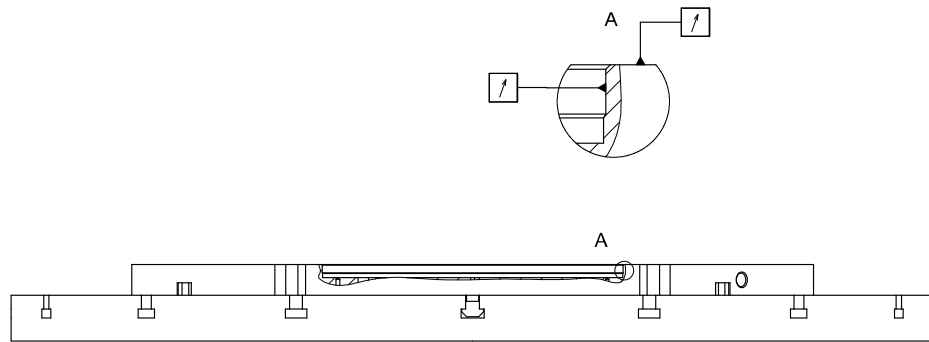
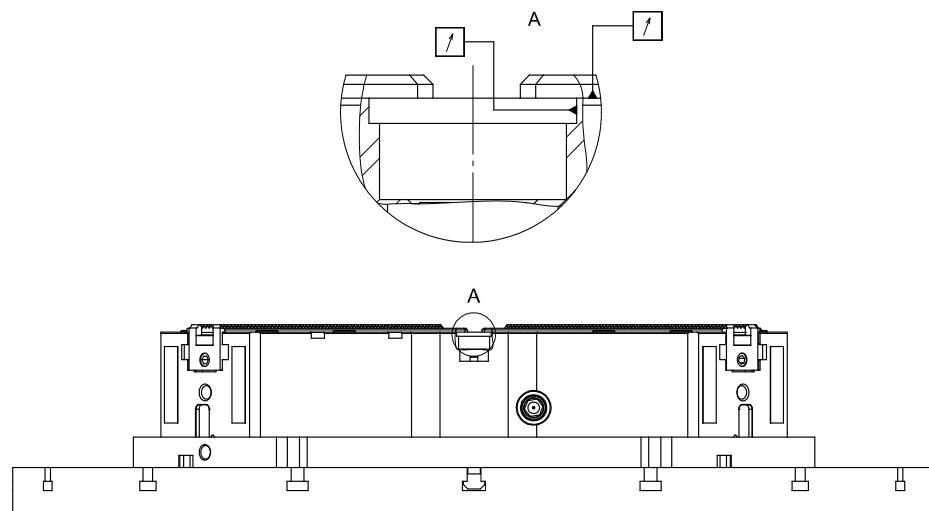

Fig. 3-3: Controllo dell'oscillazione radiale e assiale della piastra di base
Fig. 3-4: Controllo dell'oscillazione radiale e assiale del mandrino di serraggio
- Passo 2** Guidare la piastra di base pulita (7) (agganciata ai golfari) con l'ausilio del mezzo di sollevamento con cautela e lentamente al di sopra del banco della macchina (12).
- Passo 3** Inserire un perno di centraggio (8) nella piastra di base (7) e avvitare il perno di centraggio con la vite di fissaggio corrispondente (9).
- Passo 4** Inserire una chiocciola calibrata (10) nella scanalatura corrispondente della piastra di base (7) e avvitare la chiocciola con la vite di fissaggio corrispondente.
- Passo 5** Spingere le chioccioline (11) nelle scanalature apposite del banco della macchina (12).
- Passo 6** Abbassare la piastra di base (7) sul banco della macchina (12). La piastra di base (7) viene allineata con il perno di centraggio (8) e la chiocciola calibrata (10).
**Passo 7** Avvitare in modo alternato con una chiave dinamometrica la piastra di base (7) con le viti di fissaggio (5) e le chioccioline (11) al banco della macchina (12). Rimuovere quindi i golfari e il mezzo di sollevamento dalla piastra di base (7).
**Passo 8** Controllare l'oscillazione assiale e radiale della piastra di base. Sono ammessi 0,05 mm. La misurazione avviene nel bordo di centraggio della piastra di base e sulla superficie piana attorno al bordo di centraggio (vedi Fig. 3-3).
**Passo 9** Guidare il mandrino di serraggio pulito (4) (agganciato ai golfari) con l'ausilio del mezzo di sollevamento con cautela e lentamente al di sopra della piastra di base (7).
**Passo 10** Abbassare il mandrino di serraggio (4) sulla piastra di base (7). Il mandrino di serraggio (4) viene allineato con il suo bordo di centraggio e una chiocciola calibrata (6).
**Passo 11** Avvitare in modo alternato la piastra di base (7) e il mandrino di serraggio (4) con le viti di fissaggio esterne (2) usando una chiave dinamometrica.
**Passo 12** Controllare nuovamente l'oscillazione assiale e radiale del mandrino di serraggio. Sono ammessi 0,05 mm. Rimuovere allo scopo l'inserto filettato (3). La misurazione avviene sul foro al di sopra della filettatura e sulla superficie piana circostante (vedi la Fig. 3-4).
**Passo 13** Chiudere i fori delle viti di fissaggio esterne (2) con le coperture (1).